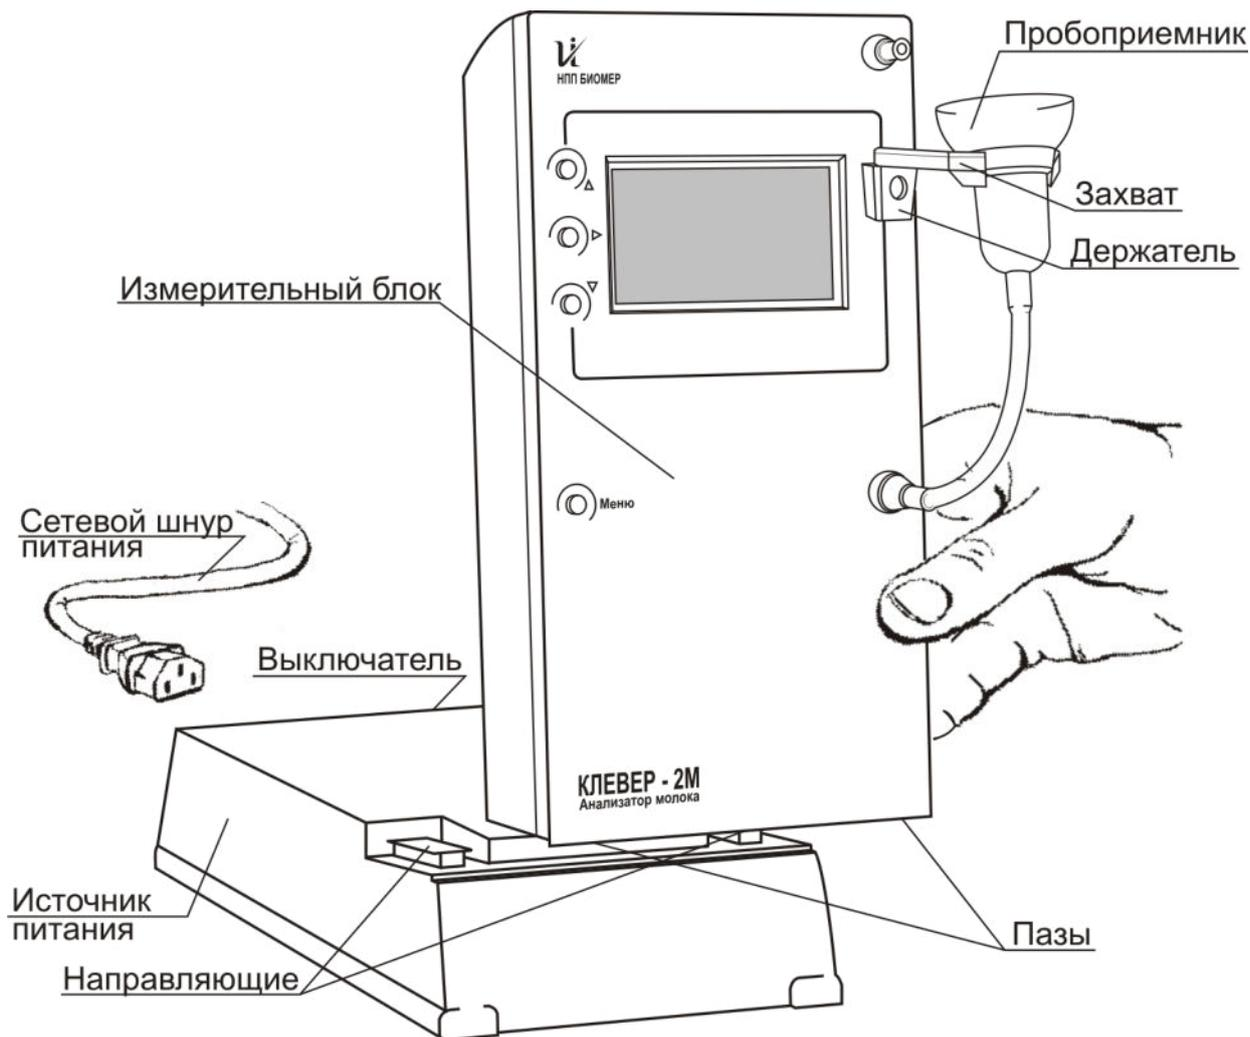

Рисунок 2.1 – Сборка прибора
2.2.3 Приведите анализатор в рабочее положение (рис. 2.1) для чего: